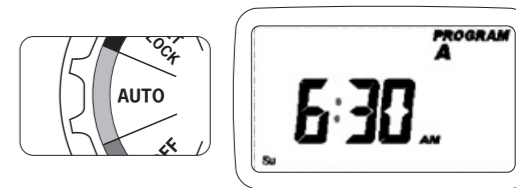

図14
- ・ダイヤルを[AUTO]に合わせた状態で、MANUALボタンを押す。(図14)